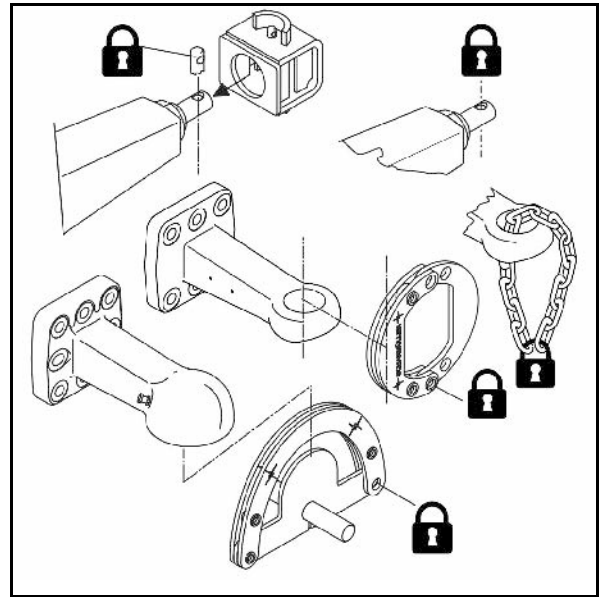

Fig. 38
1. Skru fast festerøret (Fig. 38/1) med fire skruer (Fig. 38/2) på utsiden av utliggeren.
2. Skru på to og to tilleggsvekter (Fig. 38/3) på festerøret (Fig. 38/4) og sikre dem.